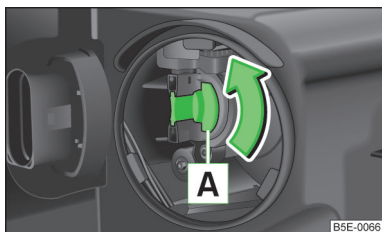

Fig. 223
- Rotiți soclul **A** » fig. 223 până la limită în sensul săgeții și scoateți-l.